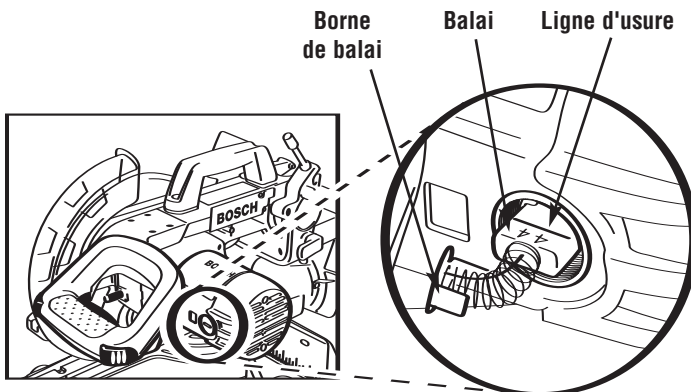

Figure 37. Balai du moteur
3. Tirez le balai vers l'extérieur (Figure 37). Répétez pour le côté opposé.
5. Posez le nouveau balai. Les deux (2) languettes sur la borne du balai s'insèrent dans le même trou que celui dans lequel est insérée la pièce en carbone.